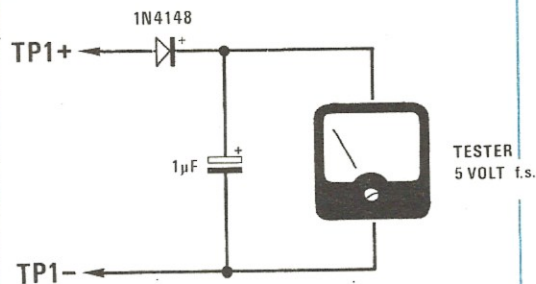

Fig. 4 Se non disponete di un oscilloscopio con questa semplice sonda potrete ugualmente tarare alla perfezione la vostra interfaccia « cassette ».
2) Collegate sui **terminali TP1** il vostro oscilloscopio oppure, se non disponete di oscilloscopio, realizzatevi la piccola sonda visibile in fig. 4 ed inseritela sempre su questi terminali applicandogli in uscita il vostro tester commutato sulla portata 5 volt fondo scala.
9) Se al posto dell'oscilloscopio avete collegato sui terminali TP1 la sonda di fig. 4 con il tester commutato sulla portata 5 volt fondo scala, noterete che quando il diodo led è spento la lancetta dello strumento vi indicherà il massimo di tensione (vedi fig. 9), viceversa non appena il diodo led si accende la tensione tenderà a diminuire e la lancetta si posizionerà all'incirca a centro scala.